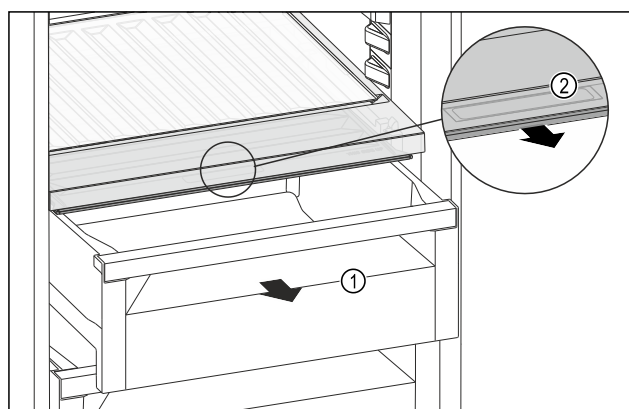

Fig. 186
- Estrarre il cassetto *Fig. 186 (1)*.
- Afferrare la maniglia incassata *Fig. 186 (2)* sul coperchio dello scomparto e tirare allo stesso tempo in avanti il coperchio dello scomparto.